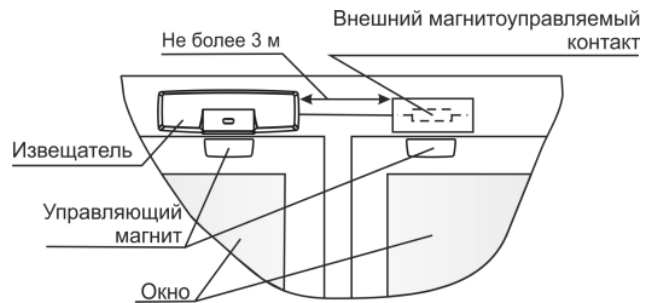

Рисунок 4
#### 8.1.3 Вариант размещения извещателя на окне (рисунок 4)
- Для контроля **встроенного и внешних** магнитоуправляемых контактов (рисунок 4) установить переключку на вилку **Ext**.